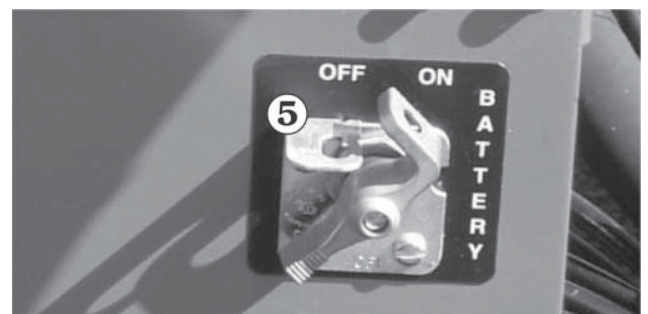
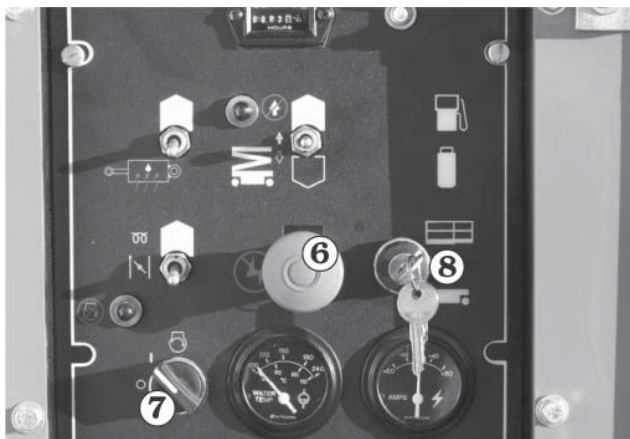

Abb. 9.4
Abb. 9.5
1. Kontrollieren, ob der **Batterie-Schalter ⑤** eingeschaltet ist. (Siehe Abb. 9.4).
2. Kontrollieren, ob der **Notaus-Schalter ⑥** eingeschaltet ist (obere Stellung). (Siehe Abb. 9.5).
3. Kontrollieren, ob der **Haupttrennschalter ⑦** eingeschaltet ist. (Siehe Abb. 9.5)
4. Kontrollieren, ob der **Boden-/Plattform-Wahlschalter ⑧** auf Plattform steht (obere Stellung) (siehe Abb. 9.5).
5. Wenn **Batterie-Schalter ⑤** (siehe Abb. 9.4), **Notaus ⑥**, **Haupttrennschalter ⑦** und **WAHLSCHALTER ⑧** (siehe Abb. 9.5) alle richtig eingestellt sind und der Motor sich über die Plattformbedienung nicht starten lässt, den **Wahlschalter ⑧** auf Boden stellen (untere Stellung) und versuchen, die Plattform über die Bodenbedienung zu senken.